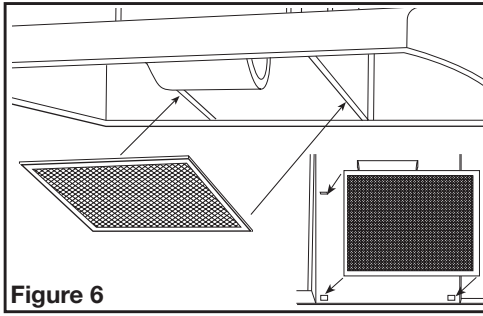

Figure 6
1. Install the appropriate filter sliding the back side of the filter into the tab and pressing the front of the filter into place (Figure 6).
1. Installer les filtres en ajustant le filtre dans le canal de la hotte et en le glissant vers l'arrière jusqu'à ce qu'il soit arrêté contre l'arrière de la hotte (Figure 6).